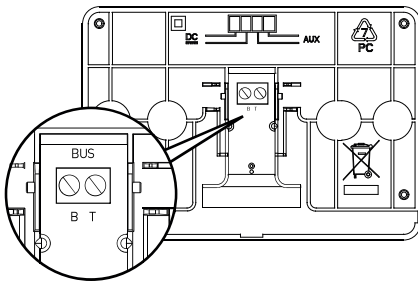

Abb. 12 Klemme
- Das Adernpaar an der Klemme anschliessen (Abb. 12)